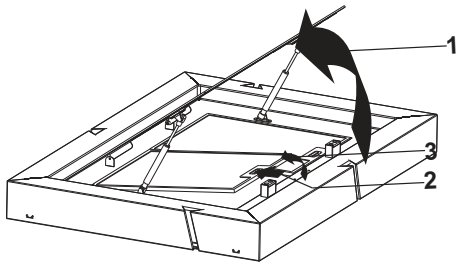

Abb. 9
1. ➔ Öffnen Sie den Haubenkörper durch ziehen an der Randaugungsplatte (Abb. 9/1).
Öffnen Sie die Metallfettfilterverriegelungen (Abb. 9/2) und ziehen den Metallfettfilter nach oben und nehmen ihn heraus (Abb. 9/3).